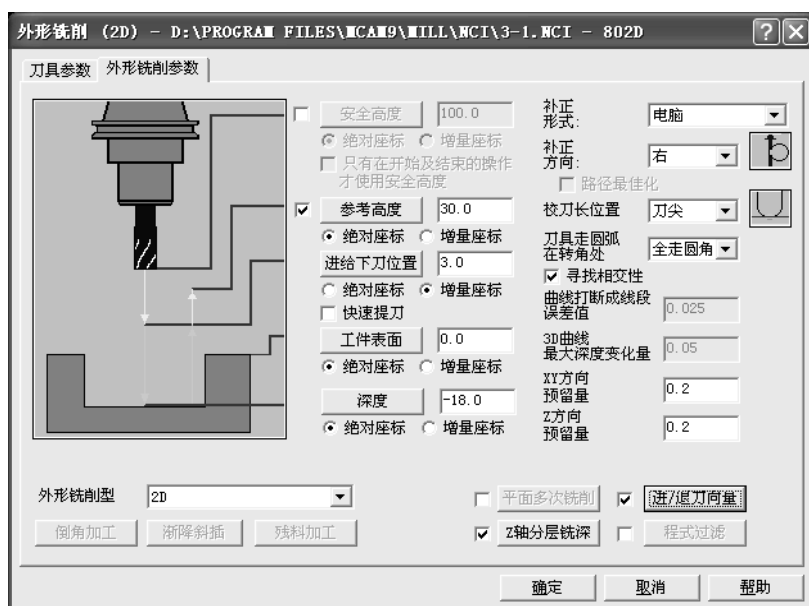
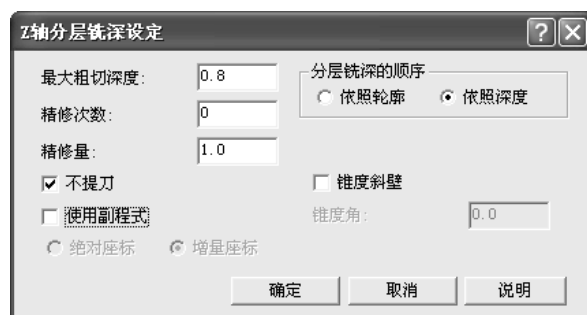

图 3-11 外形铣削参数
图 3-12 Z 轴分层铣深参数
1) 选择“外形铣削(2D)”，从刀库中选择直径为 12mm 的平刀，加工 80mm×60mm 矩形。在“刀具参数”选项卡中输入进给率：800.0、下刀速率：400.0、提刀速率：2000.0、主轴转速：2000，冷却液：喷油。在“外形铣削参数”选项卡中输入参考高度：30.0、进给下刀位置：3.0，点选“增量坐标”，工件表面：0.0，深度：-18.0，XY 方向预留量：0.2，Z 方向预留量：0.2，补正形式选择“电脑”，补正方向：右，勾选“Z 轴分层铣深”，勾选“进/退刀向量”，参数默认。在“Z 轴分层铣深设定”对话框，输入最大粗切深度：0.8，勾选“不提刀”，其余默认，如图 3-11、图 3-12 所示。